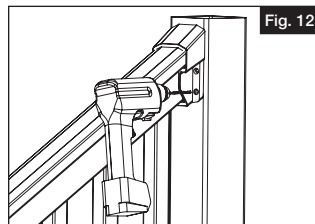
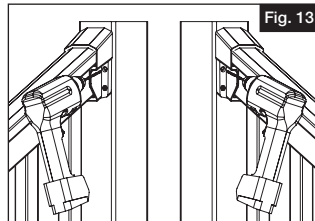

Fig. 12
Fig. 13
- Atornille los soportes metálicos del travesaño superior a la parte inferior de cada extremo del travesaño, con un tornillo cuadrado #10 de 1" (se vende por separado) en la ranura central del soporte (Fig. 12).
- Comience en un lado del travesaño y alinee el primer barrote con el primer agujero ranurado en el lado inferior del travesaño superior y encaje el travesaño superior en su posición (Fig. 13).
- a. Centre el soporte en el poste. Utilice los agujeros del soporte como guía para taladrar los agujeros inferiores con una broca de  $\frac{5}{32}$ " (Fig. 12). Introduzca uno de los tornillos #10 de 2" por este agujero. Taladre el otro agujero inferior e introduzca en él otro tornillo de 2". Ahora taladre los 2 agujeros superiores del soporte (Fig. 13). Introduzca otros dos tornillos de 2" en esos agujeros. Tenga cuidado de no apretar demasiado.